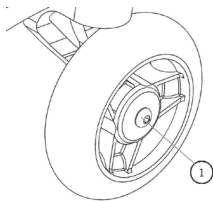

Fig. 22
- Allentate il dado (1) e rimuovetelo (1) (Fig. 22).
- Posizionate i distanziali (2) tra la rotella e la forcina.
- Stringete il dado (1) fermamente.